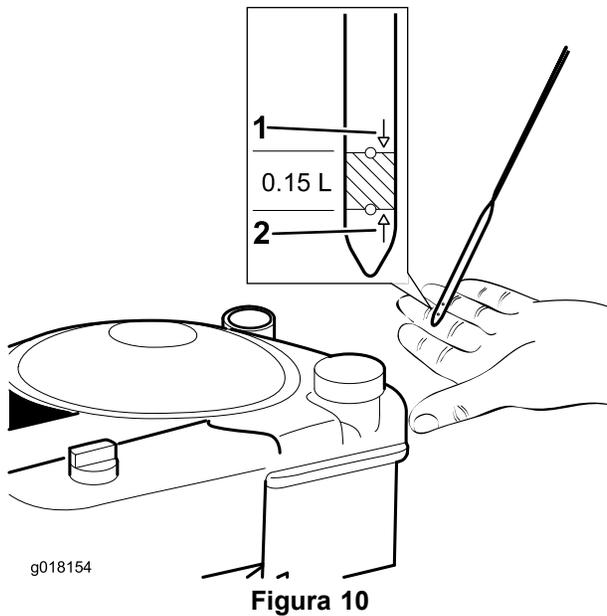

Figura 10
3. Se o nível de óleo for muito baixo, **lentamente** deite óleo no tubo de enchimento do óleo, aguarde 3 minutos e verifique o nível do óleo na vareta ao limpar a vareta e, depois, introduza, a vareta no tubo (Figura 10).
4. Encha o motor com óleo até a vareta indicar que o nível de óleo do motor está correcto, como indicado em Figura 10. Se encher demasiado o motor com óleo, retire o óleo em excesso, tal como indicado em Verifique o nível de óleo do motor (página 12).